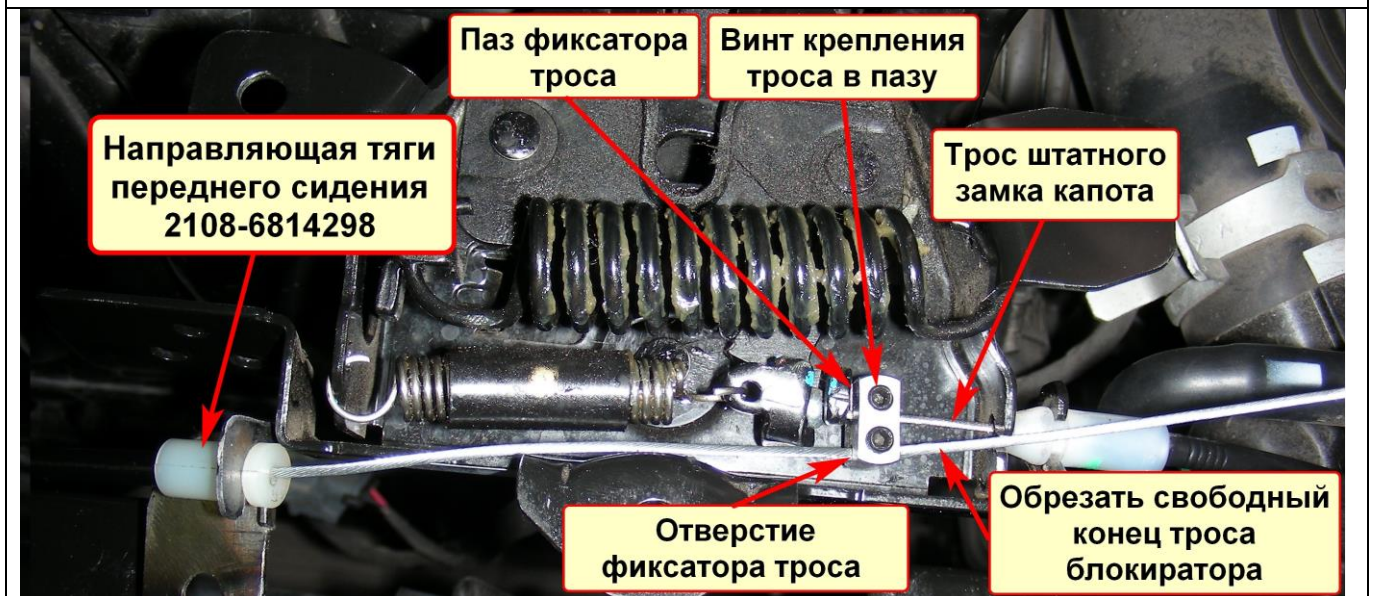

Рис. 9. Закрепление троса блокиратора на тросе штатного замка капота
- при креплении стальной жилы троса блокиратора на существующем тросе автомобиля (см. **Рис.9**), вначале вставьте свободный конец стального троса блокиратора в отверстие фиксатора троса, затем через паз фиксатора троса закрепите трос блокиратора на блокируемом тросе автомобиля;
- отрезку лишнего конца стальной жилы троса от блокиратора (см. **Рис.9**) производить после окончательной фиксации троса на блокируемом элементе автомобиля или на фиксаторе троса. Это позволит протягивать в малые отверстия только запаянный (гладкий) конец стальной жилы троса, а не распущенный после обрезки;